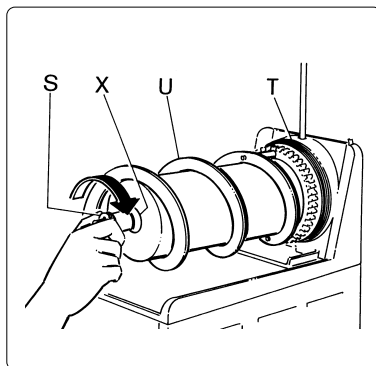

Fig. 14
- d) Svitare il pomello di fissaggio (S) nel senso della freccia (filettatura a sinistra) e procedere all'estrazione del gruppo di miscelazione (U) e delle guarnizioni di tenuta (X) e (T) (vedi fig. 14).